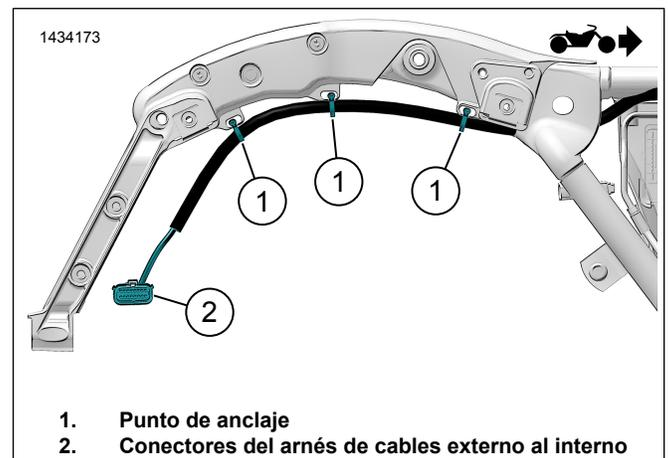
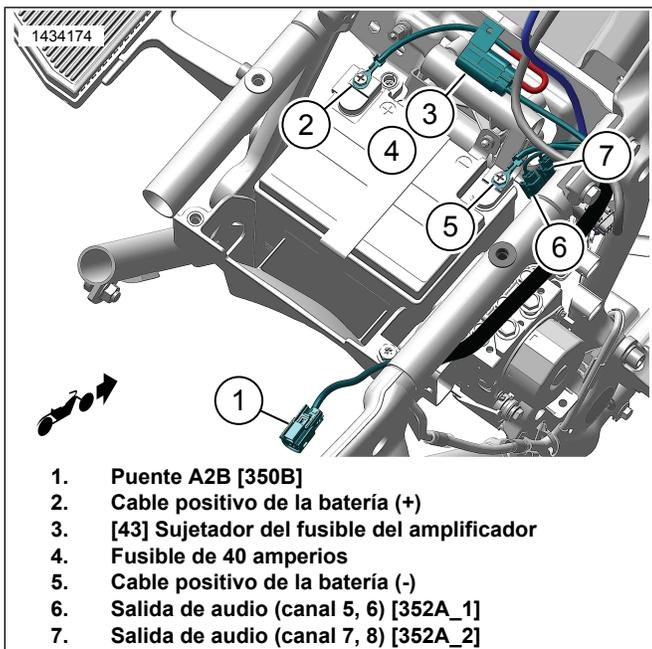

Figura 17. Disposición del arnés de cables externo (típico)
Figura 18. Disposición del arnés de cables externo (típico)
- a. Consulte la Figura 17. Instale el arnés en los puntos de anclaje (1) con correas de cables sin apretarlo. No ajuste las correas de cables.
- c. Consulte la Figura 18. Coloque el resto del arnés en el lugar donde se encuentra la caja de la batería.
- d. Conecte el cable negativo de la batería (2).
- e. Conecte el cable positivo de la batería (4).
- f. Instale el fusible (4) en el portafusibles (3).
- g. Asegure el portafusibles (3) con una correa de cables.
- h. Tienda los conectores (1) hacia el lugar donde se encuentra la cubierta lateral izquierda, y los conectores (5 y 6) a la zona de la cubierta lateral derecha.
2. Consulte la Figura 17. Conecte el arnés externo de la alforja al arnés interno (2) y, a continuación, conecte el arnés interno a la alforja.
3. Consulte la Figura 18. Conecte el elemento [350B] (1) del arnés del amplificador secundario al elemento [350A] del arnés del amplificador principal.
- a. **2022 FLTRKSE:** Conecte el [350B] (1) del arnés del amplificador secundario al conector de 2 vías.